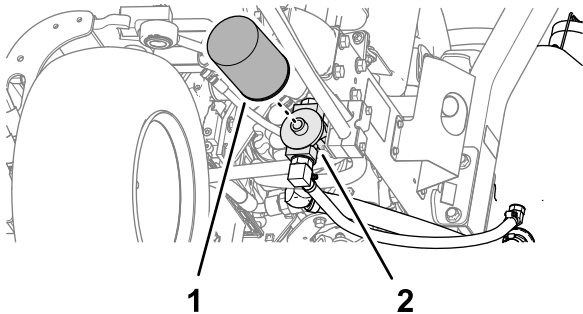

図 91
- フィルタ取り付け部の周辺をウェスできれいにぬぐう。フィルタ **図 91** の下に廃油受けを置いてフィルタを外す。